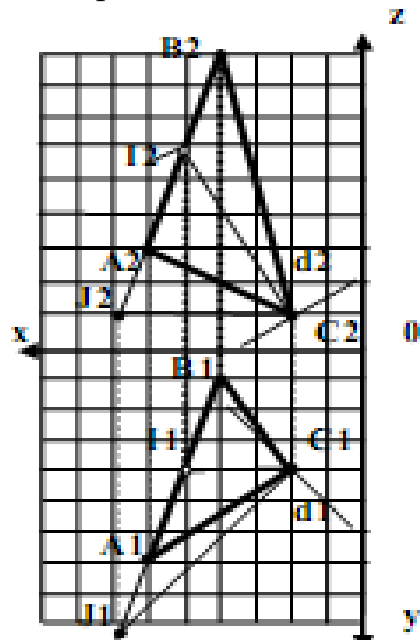

Рисунок 3.2 – Пряма, перпендикулярна площині
**2.2.** Визначимо належність точки M (7,7,3) поверхні сфери радіусом 5 у.о. з центром у точці O (5,5,5) (рис. 3.2). Проведемо допоміжну січну горизонтальну площину рівня через точку M. Фронтальна проекція лінії перетинання цієї площини зі сферою буде виглядати як відрізок прямої m2.
2.3. Із точки  $C$  встановимо перпендикуляр до площини  $ABC$  (рис. 3.2).